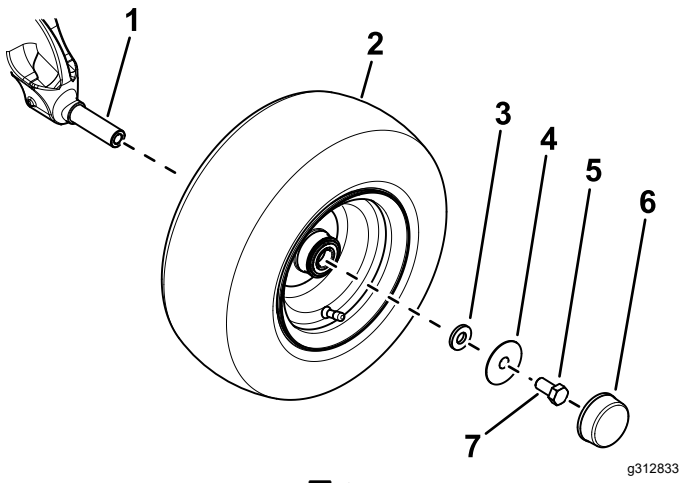

图 3
- 使用小垫圈、大垫圈和螺栓 $\frac{5}{8}$ x 1-1/4 英寸将车轮固定到轴锭轴 图 3。
D. 将防尘盖安装到车轮上图 3。